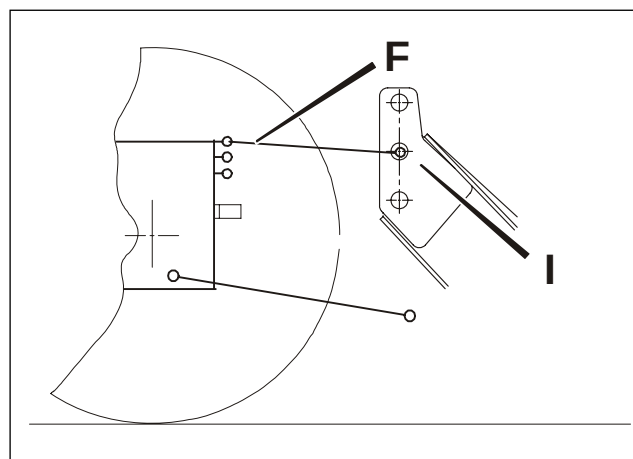

Fig. 2-13
- Fig. 2-13 4) Montér topstangen **F**. Den placeres højt på traktorsiden, og koblingspunktet **I** på toprammen vælges, så topstangen er tilnærmelsesvis parallel med traktorens liftarme. Herved opnås hensigtsmæssig bevægelse ved løft af maskinen og optimale forhold for senere til- og frakobling af maskinen.